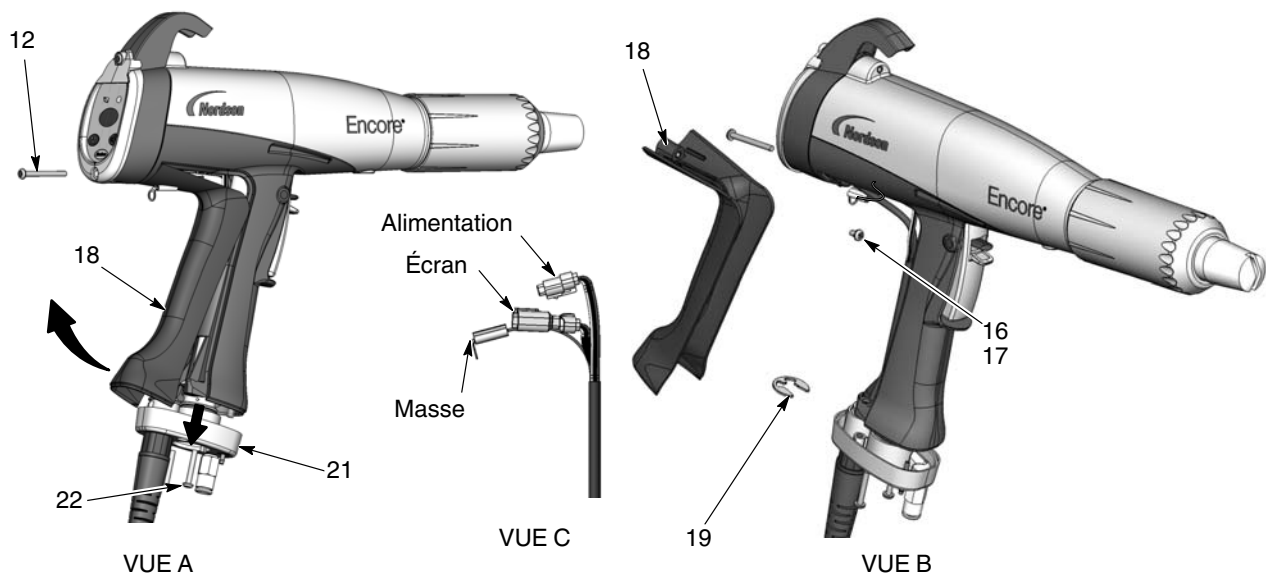

Figure 6-7 Remplacement du câble
2. Voir la figure 6-7, vue A. Retirer les deux vis M3 x 20 (22) fixant la base de la poignée (21) à la poignée.
3. Retirer les deux vis M3 x 35 (12) du bas du module d'affichage.
4. Tirer sur la base pour l'éloigner de la poignée suffisamment pour libérer le bord inférieur de la pastille de terre (18) de la base.
6. Voir la figure 6-7, vue B. Retirer la vis M3 x 8, la rondelle frein (16, 17) et la borne de terre de la pastille de terre.
7. Retirer la bague de retenue (19) du câble.
8. Voir la figure 6-7, vue C. Tirer les connecteurs du câble hors de la poignée. Insérer un petit tournevis plat dans les fentes des connecteurs d'alimentation et d'affichage pour libérer l'attache et les débrancher.
1. Voir la figure 6-7. Faire passer un câble neuf à travers la base de la poignée, puis poser la bague de retenue (19) sur le câble pour le maintenir en place.